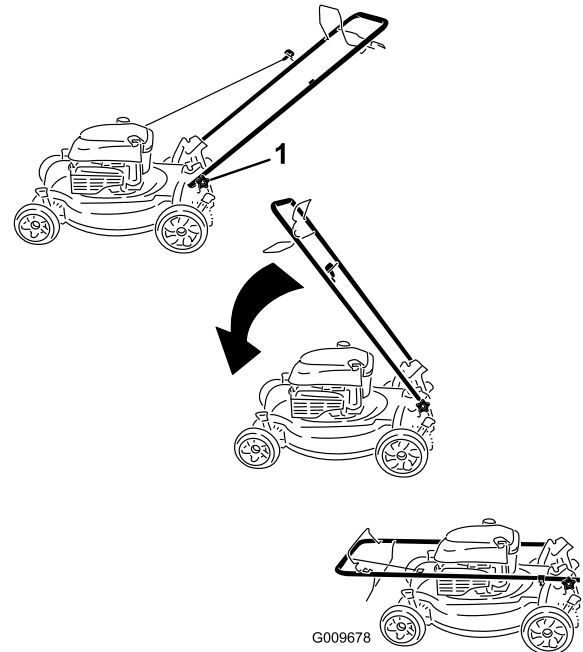

Figure 26
1. Desserrez les boutons du guidon jusqu'à ce que le guidon bouge librement (Figure 26).
1. Bouton du guidon (2)
2. Pliez le guidon en avant comme indiqué à la (Figure 26).